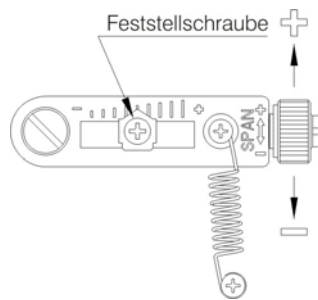

Figure 13
4. Après avoir ajusté le point zéro, réglez le signal d'entrée à 20 mA ou 4 mA. Vérifier la course de levage de l'entraînement. Si le levage est trop réduit, ajustez la course de levage dans la direction '+'. Si le levage est trop élevé, ajustez la course de levage dans la direction '-'. Figure 13
5. Retirez le joint torique de la sortie OUT1 et installez le diaphragme approprié. Après l'utilisation du diaphragme, placez le joint torique à nouveau à son emplacement. Veillez à ce qu'aucun corps étranger parvienne à l'entrée. Figure 13